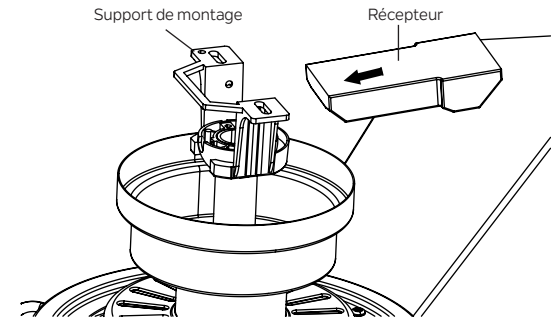

Fig. 16
Étape 1. Insérez le récepteur dans le support de montage et maintenez-le à plat face au plafond. (Fig. 16)